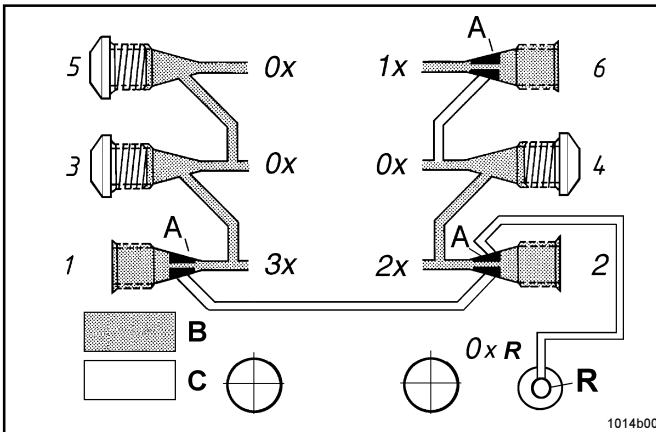

Abb. 1 - Einfache, doppelte und dreifache Auslaßmenge; SSV hinten montiert
* Jede nicht benötigte Auslaßbohrung mit einer Verschlußschraube, siehe Abb. 1 oder 4 verschließen.
Wichtig: Wird **Auslaß 2** an eine Schmierstelle angeschlossen, darf **Auslaß 1** nicht verschlossen werden, siehe Abb. 1.